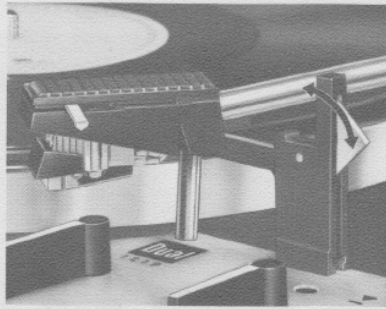

Fig. 7
Dann wählen Sie die erforderliche Plattenteller-Drehzahl ①, stellen die Drehtaste ⑰ auf den Schallplatten-Durchmesser (17, 25 oder 30 cm, bzw. 7, 10 oder 12") ein und entriegeln den Tonarm (Fig. 7).
Bemerkung: Nach dem Spielen der Schallplatte oder der letzten Platte eines Stapels kehrt der Tonarm automatisch auf seine Stütze zurück. Das Gerät schaltet sich aus. Es empfiehlt sich, nach Beendigung des Spieles den Tonarm zu verriegeln (Fig. 7).